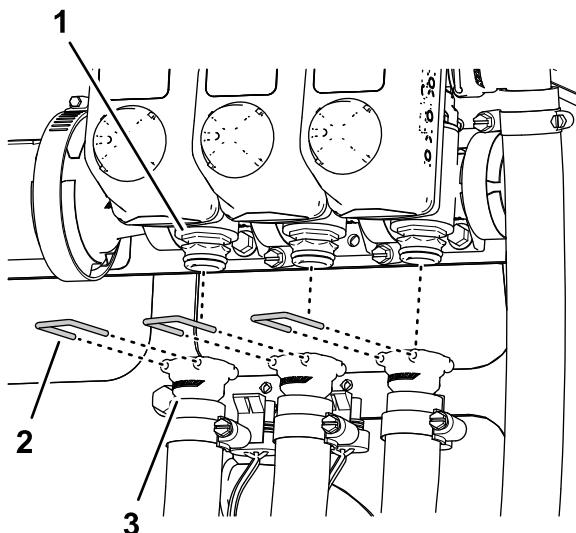

Рисунок 35
- Снимите держатели, которые крепят быстроразъемные соединители левого, среднего и правого шлангов подачи, с быстроразъемных соединителей клапанов секций опрыскивателя (Рисунок 35).
- Отсоедините шланги подачи левой, средней и правой секций от быстроразъемных соединителей клапанов секций опрыскивателя и снимите эти шланги с машины (Рисунок 35).